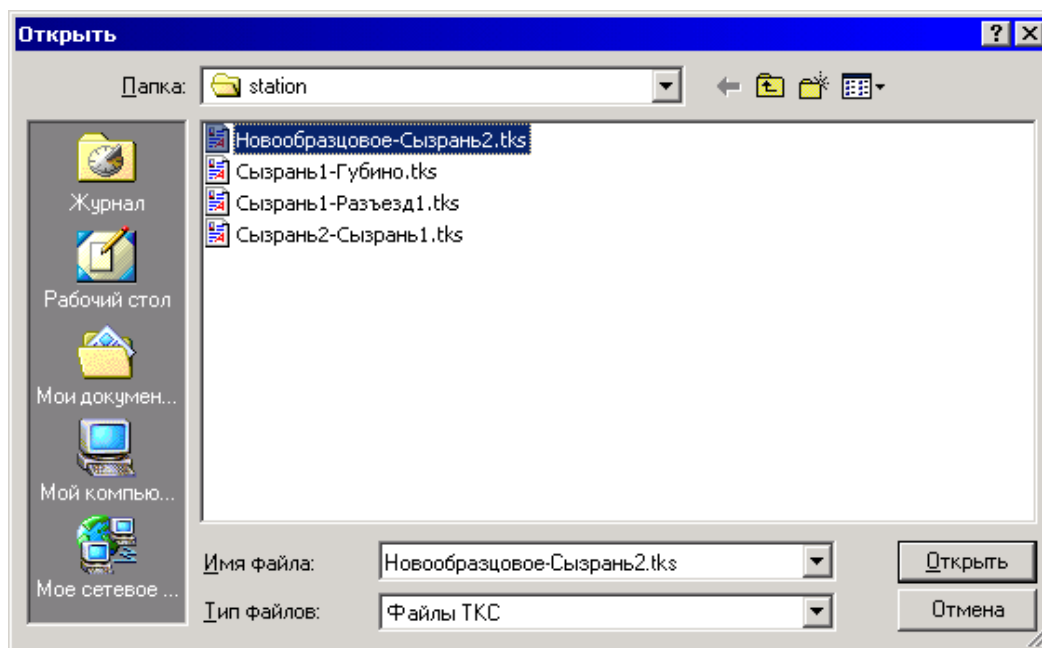

Рисунок 3 – Окно выбора файла
После запуска программы на экране монитора АРМ ДСП-АБ появляется окно отображения плана перегона, если этого не произошло, то необходимо выбрать пункт «Открыть», выбрать файл с названием перегона и расширением *.tks, который позволяет открыть в окне отображения плана перегона АРМ ДСП-АБ план контролируемого перегона (**Рисунок 3**).
-  – кнопка открытия окна протокола принятых данных о событиях, произошедших в системе и о неисправностях системы АБТЦ-МШ (**Рисунок 3**);